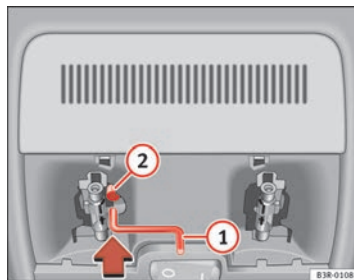

Fig. 83 Détail du ciel de pavillon : manivelle pour commande de secours
- Insérez la manivelle **1** jusqu'en butée ⇒ page 119, fig. 83 dans l'alésage hexagonal **2**.